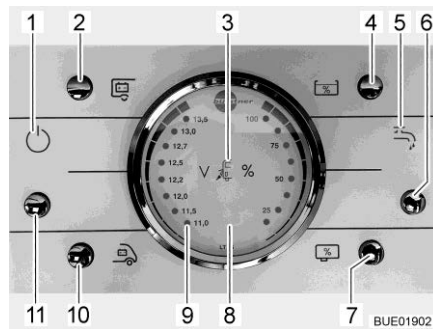

Fig. 188 Panneau de contrôle LT 96
La touche (Fig. 188,11) allume ou éteint le panneau de contrôle et l'alimentation 12 V de la cellule.
**Mettre en marche :** ■ Appuyer sur la touche (Fig. 188,11) : L'alimentation 12 V de la cellule est assurée. Le voyant de contrôle (Fig. 188,1) s'allume.
**Mettre hors service :** ■ Appuyer sur la touche (Fig. 188,11) : L'alimentation 12 V de la cellule est coupée. Le voyant de contrôle (Fig. 188,1) s'éteint.
Observer la graduation de gauche sur l'indicateur de charge/de niveau de réservoir (Fig. 188,8). L'indicateur s'éclaire automatiquement dès qu'une touche est pressée.
- Appuyer sur la touche (Fig. 188,10) : La tension de la batterie de démarrage est affichée.
- Appuyer sur la touche (Fig. 188,2) : La tension de la batterie de cellule est affichée.
Observer la graduation de droite sur l'indicateur de charge/de niveau de réservoir (Fig. 188,8). L'indicateur s'éclaire automatiquement dès qu'une touche est pressée.
- Appuyer sur la touche (Fig. 188,4) : Le niveau du réservoir d'eau est affiché.
- Appuyer sur la touche (Fig. 188,7) : Le niveau du réservoir d'eaux usées est affiché.
- Appuyer sur la touche (Fig. 188,6) : L'alimentation en eau est activée. Le voyant de contrôle de la pompe à eau (Fig. 188,5) s'allume.
- Appuyer sur la touche (Fig. 188,6) : L'alimentation en eau est désactivée. Le voyant de contrôle de la pompe à eau (Fig. 188,5) s'éteint.
Le voyant d'alerte rouge "ALARM" (alarme) (Fig. 188,9) clignote dès que la charge de la batterie de cellule descend en dessous de 11 V (mesurée en marche) et qu'il y a risque de décharge profonde des batteries.
Le voyant de contrôle 12 V (Fig. 188,1) s'allume dès que la touche principale 12 V (Fig. 188,11) est enclenchée.
Le voyant de contrôle 230 V (Fig. 188,3) s'allume si l'arrivée du bloc électrique est sous tension de réseau.